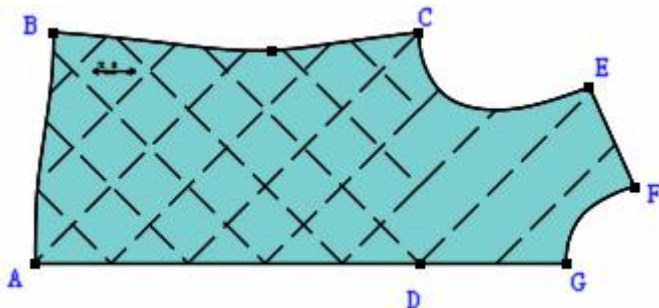

图 2
3. 选择合适的线类型，输入恰当的数值，确定即可，如图 2。